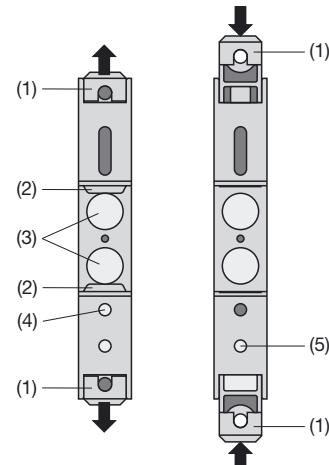
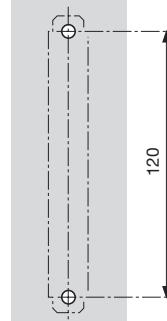

Fig. 5. Fond de l'appareil.
Fig. 6. Plan de perçage.
Tirer en dehors les languettes de fixation (1) en enfonçant en même temps de bouton de verrouillage (4) (voir Fig. 6 à gauche). Pour rentrer si nécessaire les languettes de fixation, il faut enfoncez le bouton de verrouillage (5) et en même temps glisser les languettes de fixation (1) dans la base du boîtier (voir Fig. 5 à droite).
Fixer le boîtier à l'aide de 2 vis 4 mm Ø sur la paroi ou sur le tableau de montage. Percer des trous selon le plan de perçage (Fig. 6).